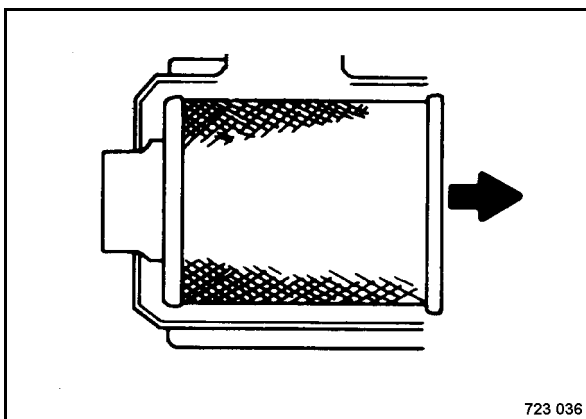

Fig. 216
- Extraer el elemento filtrante principal (Fig. 216) con cautela de la carcasa.